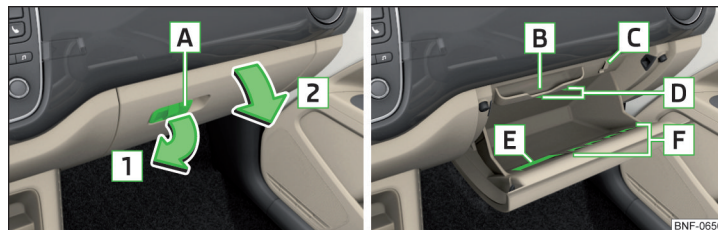

Fig. 69 Abrir compartimento de arrumação / interior do compartimento de arrumação
Compartmento de arrumação » Fig. 69
- » Se na alavanca de abertura **A** » Fig. 69 se encontrar um gancho dobrável » Fig. 71 na página 66, remover peças de bagagem pendurados no gancho .